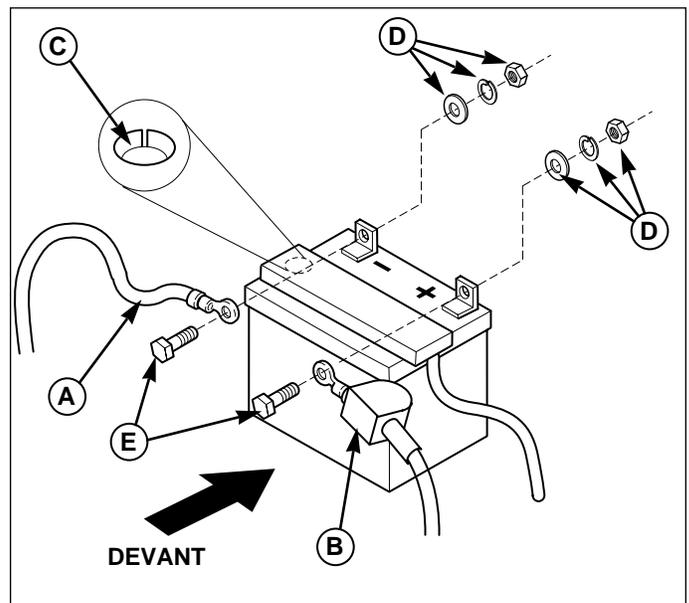

Figure 17. Câbles de batterie et bouchon de remplissage
Le fluide doit être au niveau de l'anneau fendu indiquant le plein (C, Figure 17). Si ce n'est pas le cas, ajouter de l'eau distillée.
1. Débrancher les câbles de la batterie, le négatif en premier (A, Figure 17).
6. Rebrancher les câbles, le positif en premier (B, Figure 17).